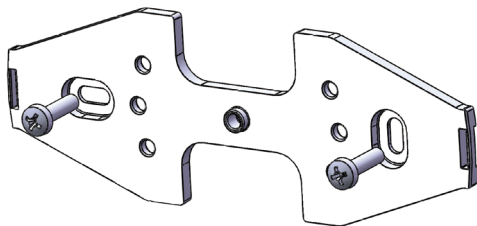

Abb. 11: Montageplatte mit Montageschrauben
3. Montageplatte mit zwei mitgelieferten Befestigungsschrauben fixieren. Die erhöhte Bohrung in der Mitte der Montageplatte muss nach aussen zeigen → Abb. 11.